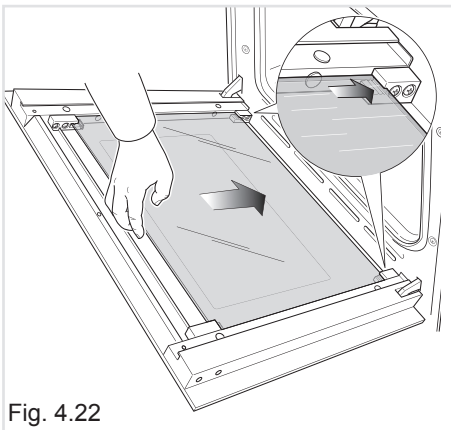

Fig. 4.22
- Inserire delicatamente il vetro intermedio nelle guide dei morsetti superiori (operazione 1 di figura 4.21), poi abbassare la parte inferiore fino a farlo appoggiare all'interno dei morsetti inferiori (operazione 2 di figura 4.21). Poi farlo scorrere in posizione (fig. 4.22).